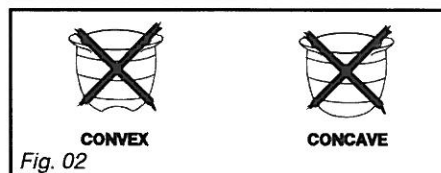

Fig. 02
- Não utilize recipientes de fundo côncavo ou convexo sem o suporte adequado (Fig. 02).